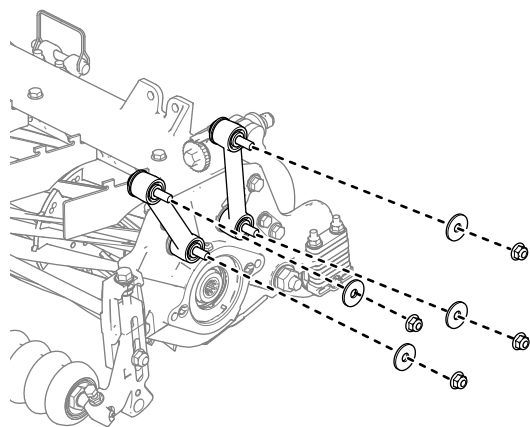

Figura 21
1. Îndepărtați piulițele i aibele care fixează articulațiile de ridicare la placa laterală a unității de tăiere i la cadrul de susinere (Figura 21). Eliminați aibele.